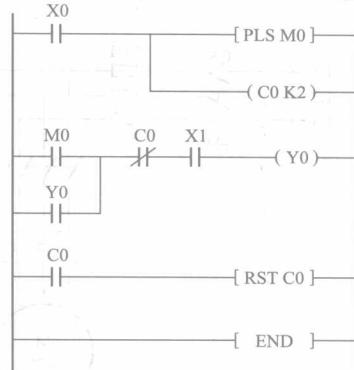

图 3 三相异步电动机单按钮起停控制
(3) 三相异步电动机单按钮起停控制电路三菱 FX_{2N}系列 PLC 控制梯形图如图 3 所示。